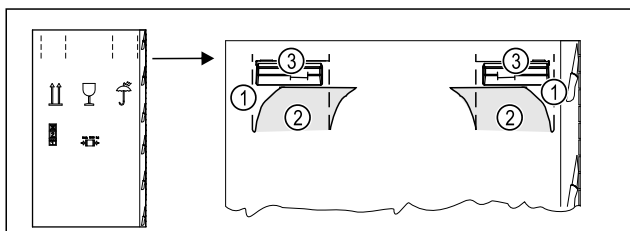

Fig. 4
- Продавити пакувальний картон зверху по лінії перфорації Fig. 4 (1).
- Витягнути видавлені частини Fig. 4 (2).
- Зліва і справа видно ручку для перенесення Fig. 4 (3).
- Взяти пристрій за ручки для перенесення Fig. 4 (3).